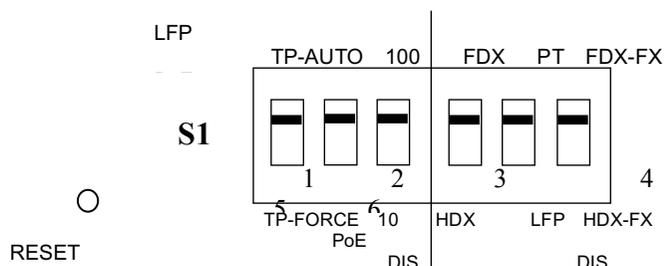

Fig. 12 Botão de reinicialização e S1-Bit 1, 2, 3, 4, 5, 6 e definição de configuração
Porta TP	Padrão : AUTOMÁTICO Configuração automática ou vigor, ver Fig. 12 S1-Bit 1
Porta de fibra	Padrão : 100FDX "100FDX"/"100HDX", ver Fig. 12 S1-Bit 5
**Nota:** O link avaria passar (LFP) função só tem efeito como S1-Bit4 (ver Fig. 12) está ativado. Mobilidade S1-Bit4 irá transformar este conversor de mídia em geral.